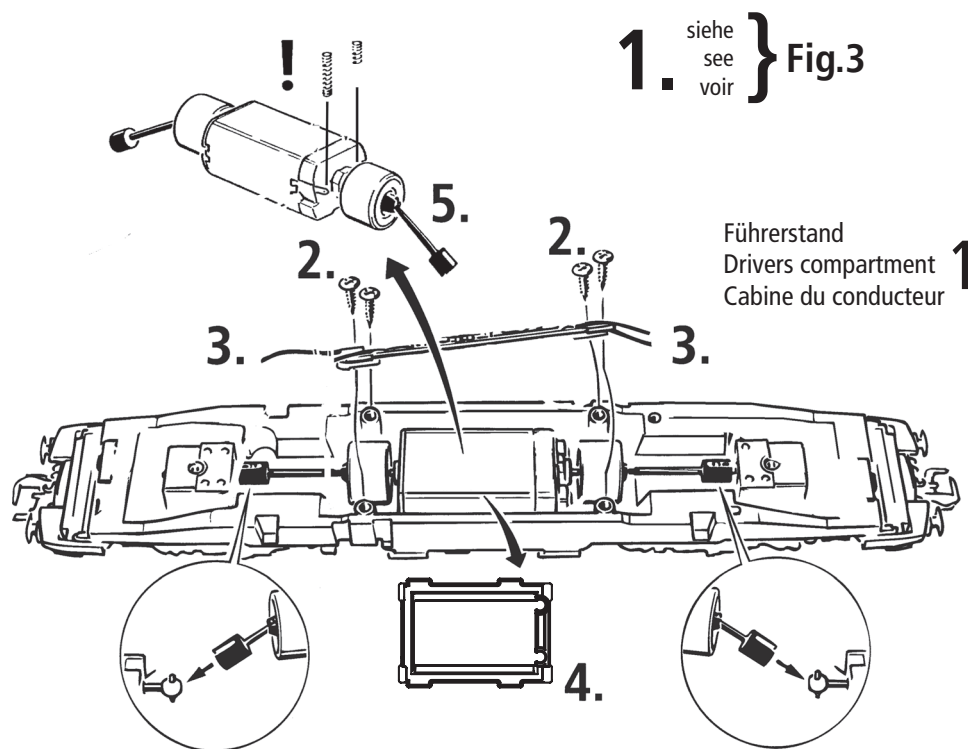

Fig. 8
3. Haftreifenwechsel: Zuerst den Getriebedeckel abnehmen (Fig. 8). Danach den **Radsatz** herausnehmen und die **Haftreifen** mit einer Nadel od. mit einem feinen Schraubendreher abziehen (Fig. 8). Beim Aufziehen der neuen Haftreifen darauf achten, dass diese sich nicht verdrehen.
3. Change of traction tyre: Remove the gear cover (fig. 8). Take out **wheel set** and remove **traction tyre** using a pin or a fine screwdriver (fig. 8). When pressing on the new traction tyre please **avoid twisting it**.
3. Échange des bandages d'adhérence: Démontez d'abord le **couvercle du carter des engrenages** des engrenages (fig. 8). Délogez ensuite les essieux bandagées et enlevez, à l'aide d'une aiguille ou d'un tournevis fin, les bandages d'adhérence (fig. 8). Lors du montage des nouveaux bandages veuillez veiller à ce que les bandages **ne soient pas tordu**.